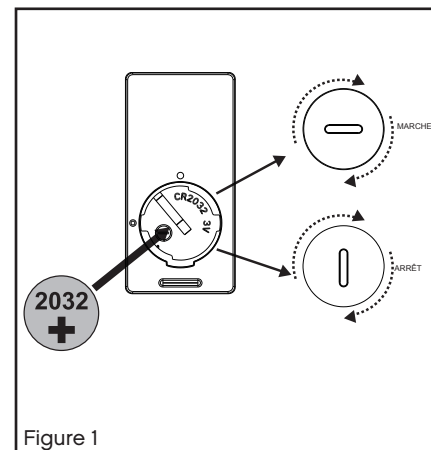

Figure 1
1 Insérez le récepteur dans le support de suspension au plafond, le côté plat du récepteur faisant face au plafond. (Fig. 1)
- 1 Choisissez l'endroit où vous souhaitez installer l'appareil. Marquez la position des trous de montage au moyen de la plaque murale. Vous aurez besoin d'ancrages muraux en plastique ou des vis de montage pour cette application. (Fig. 1)
Retirez le panneau de l'émetteur, puis installez une pile 2032 (incluse). Vous devez utiliser une pièce de monnaie pour ouvrir ou fermer le couvercle du compartiment à piles. Pour éviter tout dommage possible à l'émetteur, retirez la pile si elle n'est pas utilisée pendant de longues périodes (Fig. 1).